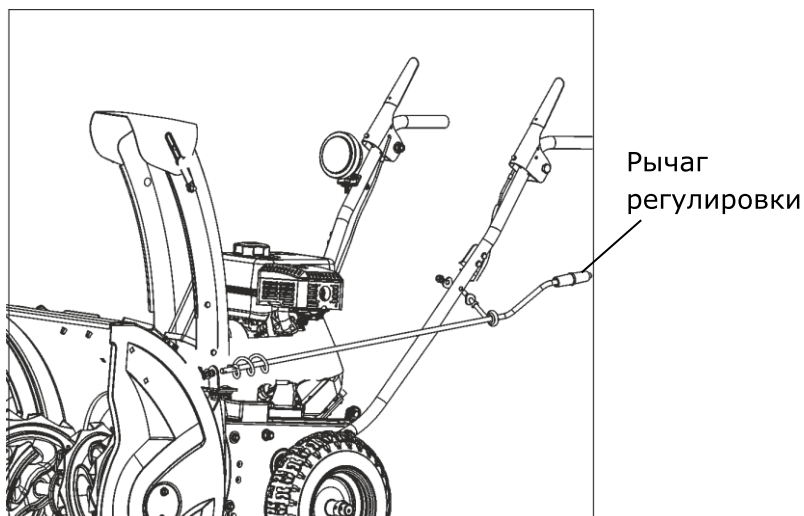

Рисунок 10
- Установите выбрасывающий желоб (3) в желаемом направлении, поворачивая рычаг (рисунок 10)